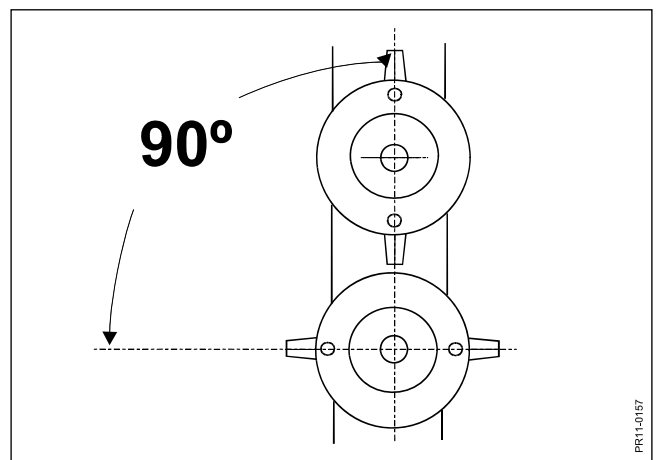

Fig. 5-11
- Fig. 5-11 Hvis skiver har været demonteret, skal de igen monteres forsat 90° i forhold til hinanden.